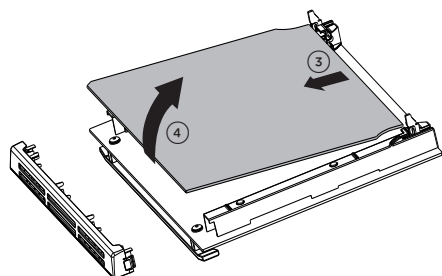

Fig. 8.14
- Sollevare ed estrarre delicatamente il vetro interno sganciandolo dagli arresti inferiori. Non inclinare troppo il vetro per evitare di danneggiarlo (fig. 8.14).
- Lift and gently remove the inner glass, unhooking it from the lower stops. Do not tilt the glass too much, to avoid damaging it (figure 8.14).